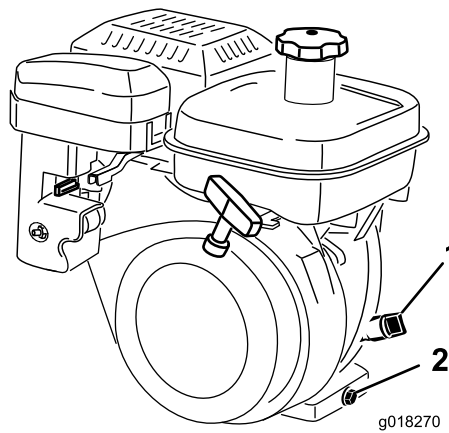

Figure 31
2. Positionnez la machine de sorte que le moteur soit de niveau et nettoyez la surface autour de la jauge d'huile (Figure 31).
3. Dévissez la jauge et retirez-la (Figure 31).
4. Essuyez la jauge sur un chiffon propre et remettez-la dans l'orifice de remplissage. Ne vissez pas la jauge dans l'orifice. Sortez de nouveau la jauge et vérifiez le niveau d'huile. Si le niveau est bas, ajoutez suffisamment d'huile pour le faire monter entre les repères H et L sur la jauge (Figure 31). Vérifiez le niveau d'huile. Ne remplissez pas excessivement.
2. Placez un bac de vidange sous le bouchon de vidange à l'arrière de la machine (Figure 31). Desserrez le bouchon de vidange.